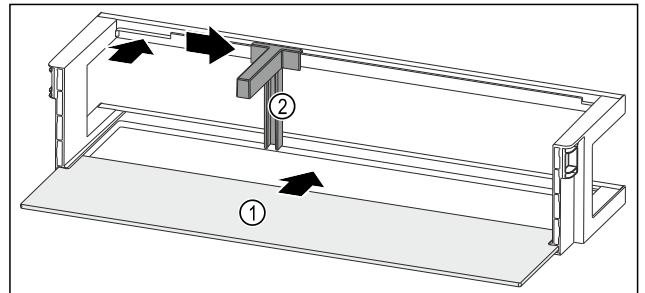

Fig. 232 Ajtópolc tárolólappal
- ▶ Tolja be a tárolólapot Fig. 232 (1) az oldalsó bemarásokba.
- ▶ Helyezze be a palacktartót Fig. 232 (2) a mélyedésbe.
- ▶ Tolja oldalra a kívánt pozícióba a palacktartót Fig. 232 (2).